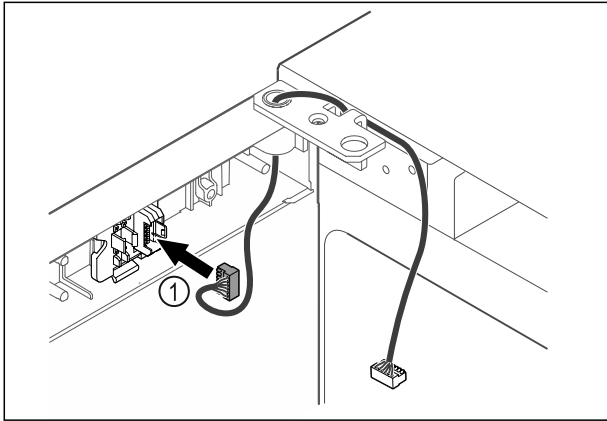

Fig. 62
- ▶ Вставити штекер Fig. 62 (1) в кріплення штекера.